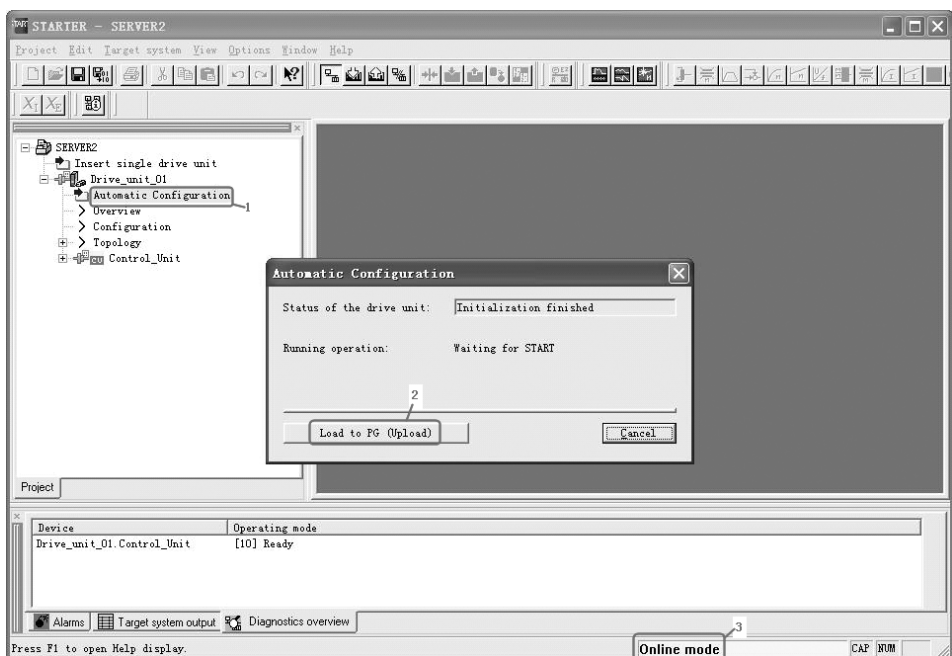

图 11-43 自动配置驱动器系统
⑤ 配置驱动器系统。驱动器系统参数的配置可以手动配置，也可以自动配置。手动配置较麻烦，因此推荐用自动配置。如图 11-43 所示，当将 PG 与 SINAMICS S120 连接起来后，可以看到“3”处的字是“Online mode”（在线模式），选中并双击“Automatic configu-